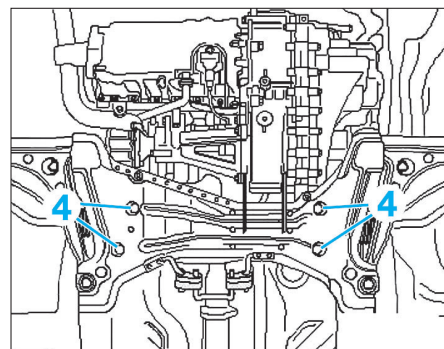

Fig. 23
- Déposer les vis de fixations (4) du boîtier de direction sur le berceau (Fig.23).